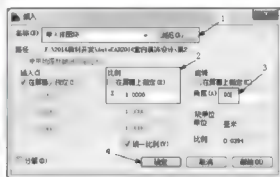

图 2-75
**步骤 5:** 设置【插入】对话框参数, 具体设置如图 2-75 所示